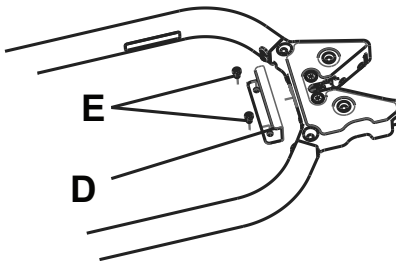

Рисунок 11 – Пластина защелки
1. С помощью шестигранного ключа М6 установите пластину защелки (610000010015) (D) из комплекта поставки и два болта с головкой под шестигранник М6 (Е) (не входят в комплект поставки) непосредственно за защелкой фиксатора каталки (Рисунок 11).